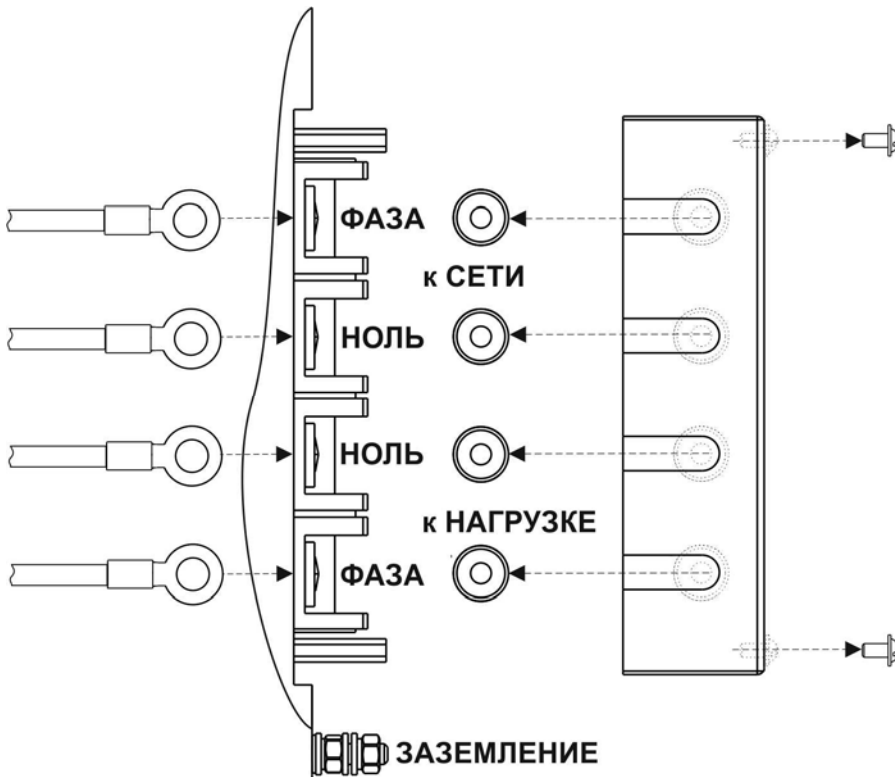

Рисунок 3. Подключение стабилизатора
- подключить провода нагрузки и сети к клеммной колодке в соответствии с назначением и фазировкой (см. рисунок 3);